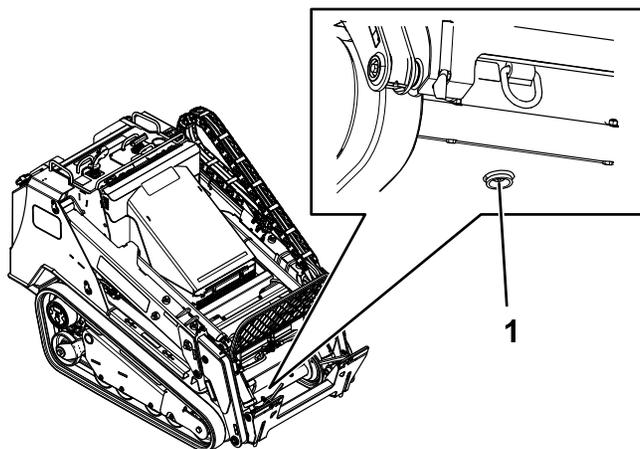

Рисунок 85
6. Разместите большой сливной поддон (емкостью 57 литров) под сливной пробкой в передней части машины (Рисунок 85).
7. Снимите сливную пробку и дайте маслу стечь в поддон (Рисунок 85).